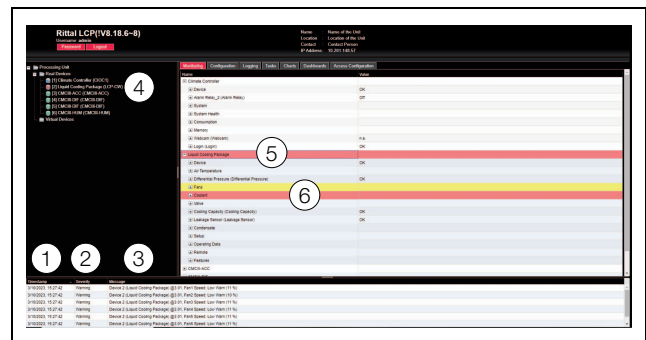

Abb. 115: Aufbau der Meldungsanzeige
1. Timestamp: Datum und Uhrzeit, wann der Fehler aufgetreten ist (Abb. 115, Pos. 1).
2. Severity: Schwere des aufgetretenen Fehlers. Es wird unterschieden zwischen Warnungen („Warning“) und Alarmen („Alarm“) (Abb. 115, Pos. 2).
3. Message: Fehlermeldung im Klartext (Abb. 115, Pos. 3).
- Linker Bereich (Navigationsbereich): Das Symbol vor der Komponente, an der der Fehler aufgetreten ist, wird im Navigationsbereich bei einer Alarmmeldung rot, bei einer Warnmeldung gelb eingefärbt (Abb. 115, Pos. 4).
- Rechter Bereich (Konfigurationsbereich): Auf der Registerkarte **Monitoring** wird die gesamte Komponente sowie der spezielle Parameter, für den die Warnung bzw. der Alarm anliegt, rot bzw. gelb eingefärbt (Abb. 115, Pos. 5 und 6).